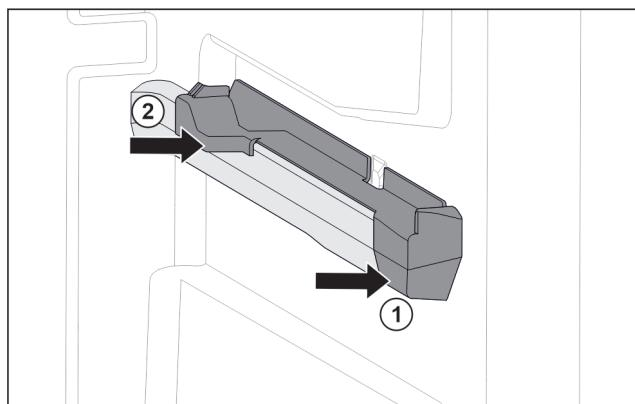

Fig. 70 Вставна частина на правому ребрі для резервуару
- Одягти вставну частину вперед на ребро резервуару. Fig. 70 (1)
- Притиснути вставну частину позаду. Fig. 70 (2)